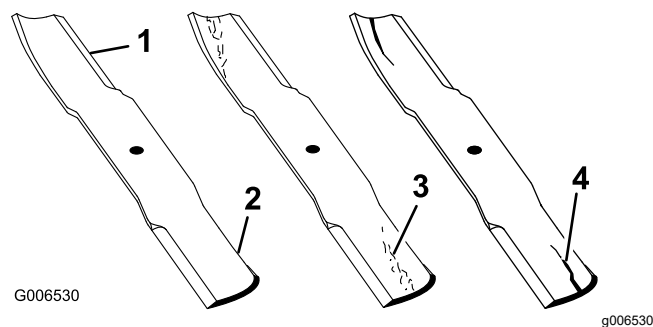

Figure 113
1. Examinez le tranchant des lames (Figure 113).
4. Remplacez immédiatement toute lame fendue, usée ou qui présente une entaille sur cette partie (Figure 113).